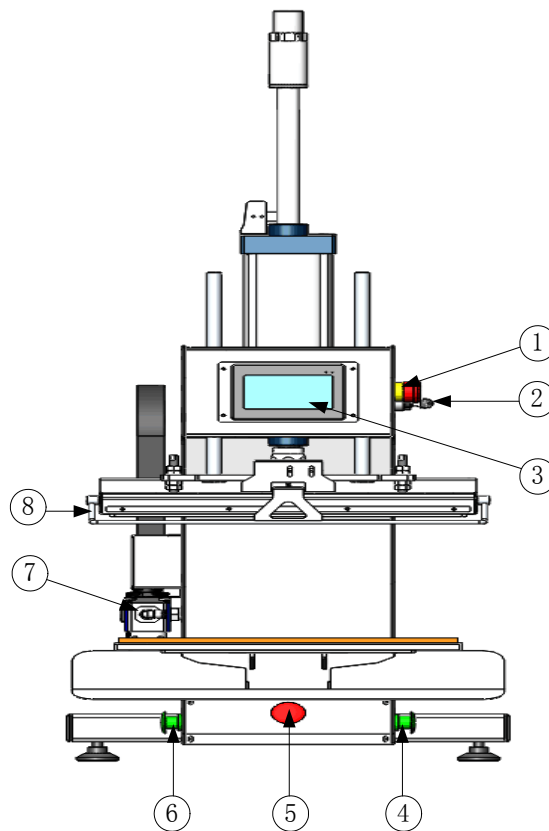

图 21 手动操作介绍
1. 旋转空气调节过滤器上的调压阀旋钮（图 21 中 7），可调整进气压力的大小。